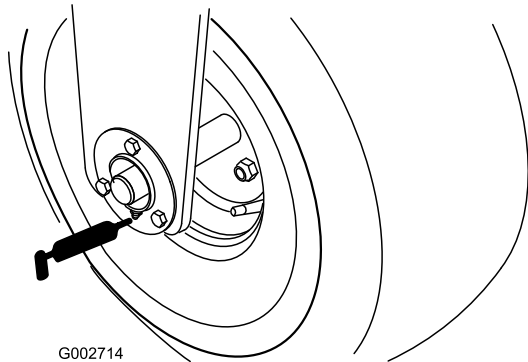

Figure 19
- 1 roulement de roue avant (Figure 19).